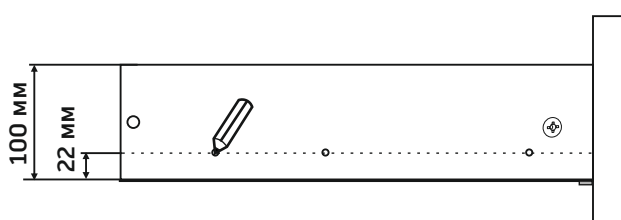
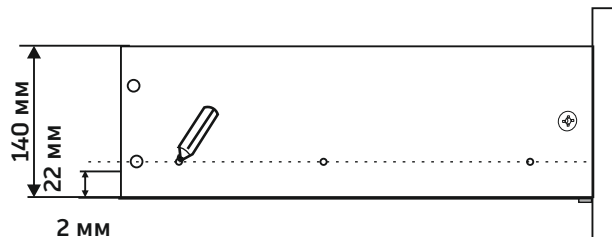

Рис.11
Рис.11.1
1. Провести линию карандашом на боковых стенках ящиков ( левых - п.15 (3 шт.) и п.18 (1 шт.) и правых - п.16 (3 шт.) и 19 (1 шт.)), совмещая существующие накладки. При этом, расстояние от нижней кромки боковых стенок ящиков до линии должно быть одинаковым (см. рис.11 и рис.11.1)